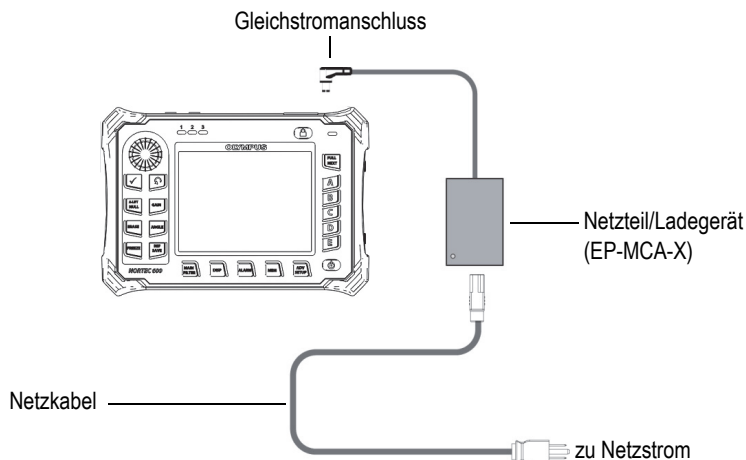

Abbildung 1-8 Anschluss des Netzteil/Ladegeräts
1. Verbinden Sie das Netzteil/Ladegerät über das Netzkabel mit dem Stromnetz (siehe Abbildung 1-8 auf Seite 34).